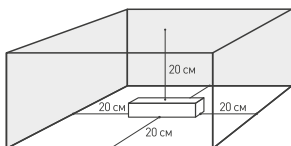
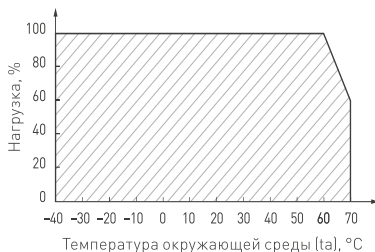
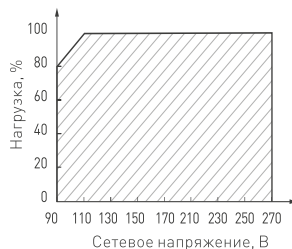

Рис. 1.
Рис. 2.
Рис. 3.
- 4.3. Для естественной вентиляции обеспечьте свободное пространство вокруг источника питания не менее 20 см, как изображено на рис. 1. При невозможности обеспечить свободное пространство используйте принудительную вентиляцию. В случае установки в ограниченном пространстве (например, лайтбокс или профиль) предусмотрите обеспечение требуемого температурного режима источника питания согласно рис. 2.
- 4.4. Не нагружайте источник питания более чем на 80% от его максимальной мощности. Учитывайте, что с повышением температуры окружающей среды максимальная мощность источника питания снижается, см. график зависимости на рис. 2. Также на пониженном сетевом напряжении, максимальная мощность источника питания снижается, см. график зависимости на рис. 3.